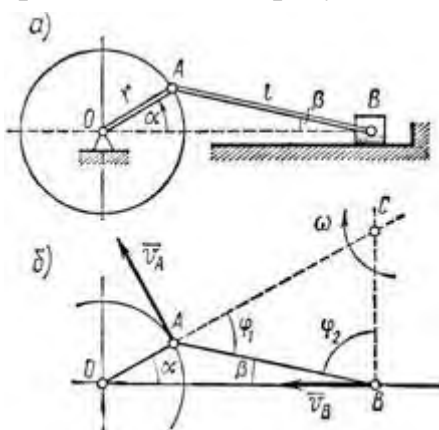

Рисунок 23
4. Кривошип $OA = r = 40$ см кривошипно-шатунного механизма (рис. 23, а) вращается с угловой скоростью $\omega = 25$ рад/с. Длина шатуна, приводящего ползун В в возвратно-поступательное движение вдоль горизонтальных направляющих, равна $AB = l = 100$ см. Определить скорость ползуна В в тот момент, когда кривошип OA образует с горизонталью угол $\alpha = 30^\circ$.